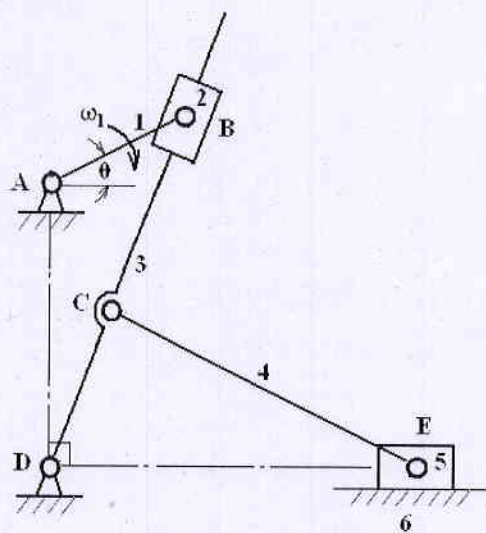

图 6 (题三、3 图)
- (1) 标出此机构的极位夹角  $\theta$ ; (5 分)
- (2) 将机构进行修改设计: 保持  $l_{AB}$ 、 $l_{BC}$ 、 $K$  不变, 使摆角  $\psi = 40^\circ$ , 试用图解法求摇杆长度  $l_{CD}$  及机架长度  $l_{AD}$ 。(10 分)
3. (15 分) 如图 6 所示的六杆机构中, 已知  $l_{AB} = 80\text{mm}$ ,  $l_{AD} = 180\text{mm}$ ,  $l_{CD} = 92\text{mm}$ ,  $l_{CE} = 200\text{mm}$ , 原动件 1 以等角速度  $\omega_1 = 10\text{rad/s}$  回转。试用矢量方程图解法求当  $\theta = 30^\circ$  时, 构件 3 的角速度和滑块 5 的速度  $v_E$ 。